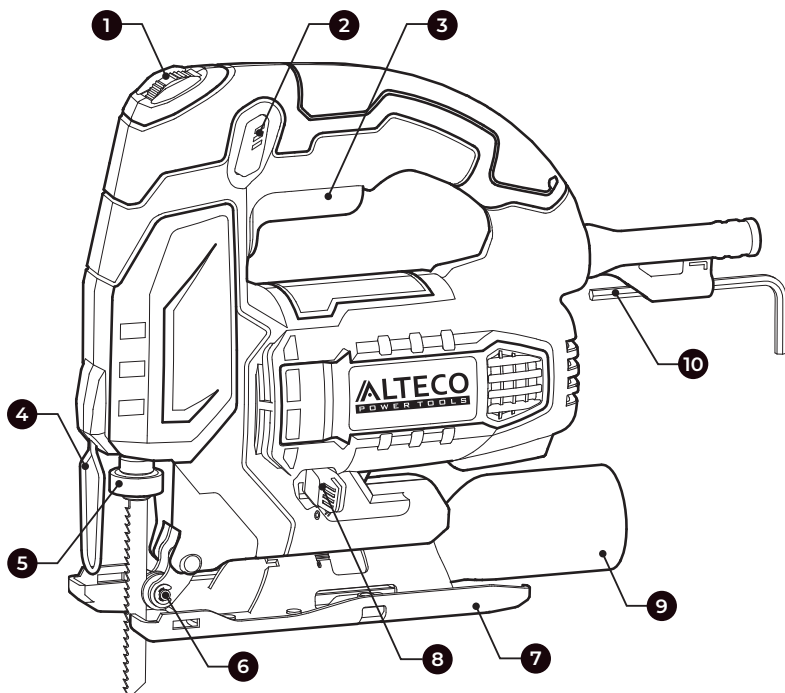

Рис. 1
- Необходимо, чтобы при пилении опорная плита 9 (рис. 1) надежно прилежала к поверхности. Перекос опорной плиты приводит к перекосу пильного полотна, что может привести к облому пилки и к обратному удару.
- Путём вращения регулятора оборотов 1 (рис.1) можно регулировать обороты двигателя лобзика и соответственно скорость хода пильного полотна. Выбор необходимой скорости зависит от вида и толщины материала.
- Данная модель электрического лобзика укомплектована функцией сдува опилок, что позволяет держать линию реза, при работе, чистой от опилок. Для включения данной функции необходимо включить выключатель системы сдува. Чистые операции резки могут быть выполнены с помощью подсоединения этого инструмента к пылесосу. Вставьте шланг пылесоса в патрубок 9 (рис. 1).